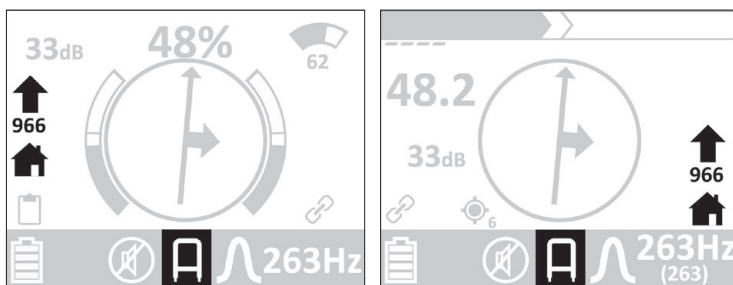
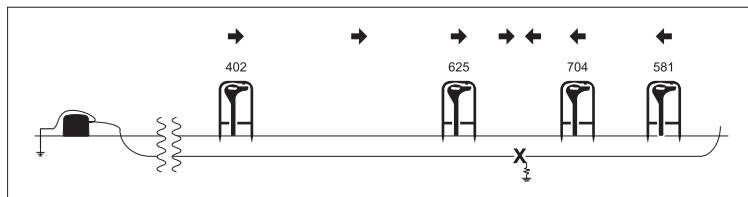

Fig. 32: Écran du récepteur – Sonde à gradients de tension branchée
Fig. 34: Localiser un défaut de câble avec la sonde à gradients de tension
Lors de l'approche d'un défaut de câble, le signal de défaut de câble (valeur numérique) augmente (fig. 32 et fig. 34).
Lorsque l'appareil est exactement au-dessus d'un défaut de câble, la flèche de direction change de direction. Le défaut de câble est alors centré sous la sonde à gradients de tension (fig. 34).
– Rapprochez-vous du défaut de câble en avançant et en reculant la sonde à gradients de tension (fig. 34).